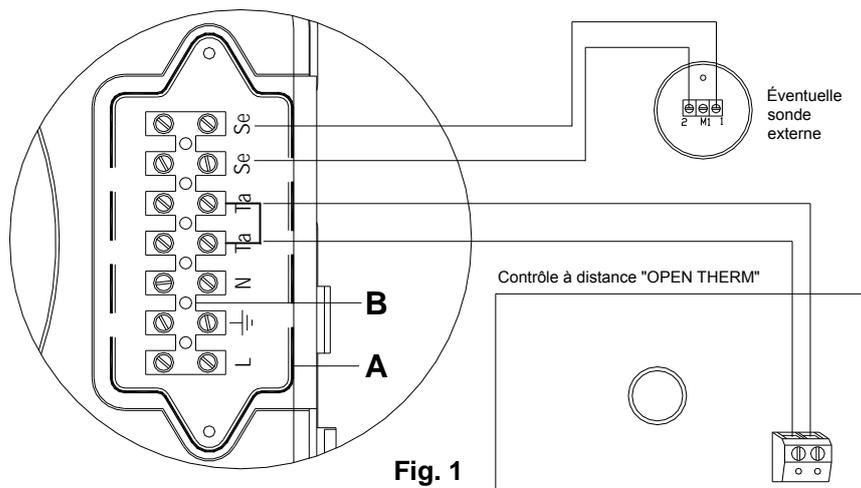
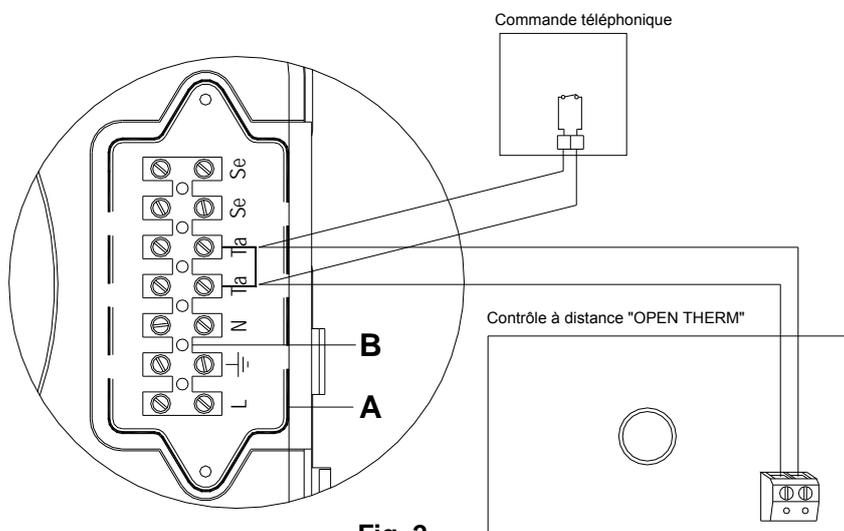

Fig. 1
Fig. 2
- dévisser les vis et retirer la plaquette A (voir fig. 1).
- dévisser les vis et retirer la plaquette A (voir fig. 2).
- en cas de branchement direct de la sonde extérieure sur la carte, le réglage de la courbe de compensation climatique se fait en agissant sur la manette de réglage du chauffage. Tourner la manette (fig. 2) pour visualiser la numérotation correspondant à la courbe du diagramme de la figure 1.
La loi de correction est reportée dans le diagramme de la figure 1.